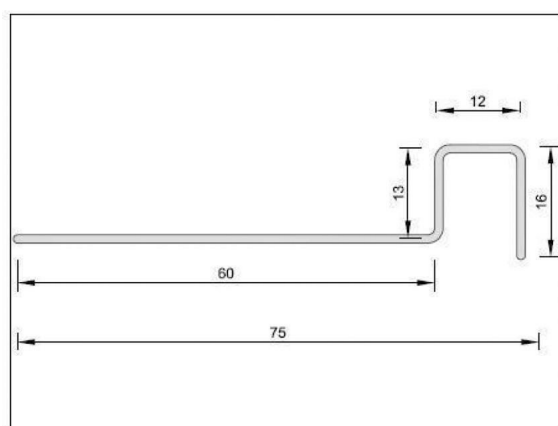

Рисунок 2.
- использовать поперечный торсион в шасси «СНЕЕТАН X25» диаметром 1,1-1,4 мм и может иметь форму, указанную на рис. 2;